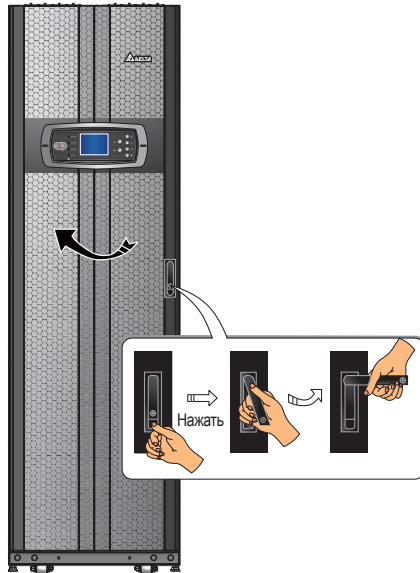
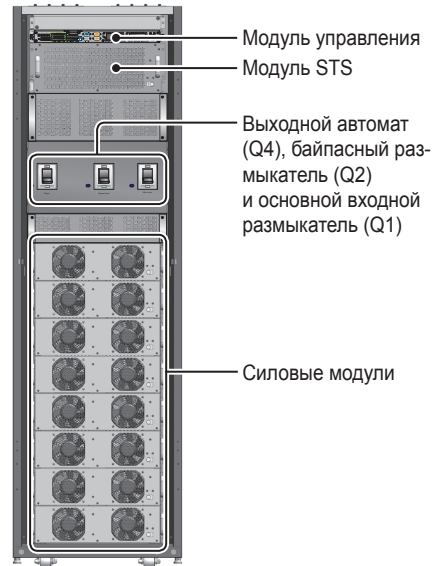

Рис. 2-4. Вид спереди
Рис. 2-5. Вид спереди с открытыми дверцами
- **Вид спереди:** после того, как будет разблокирована и открыта передняя дверца, можно увидеть модуль управления, модуль STS, выходной автомат (Q4), байпасный размыкатель (Q2), основной входной размыкатель (Q1) и силовые модули (см. **Рис. 2-4** и **Рис. 2-5**).